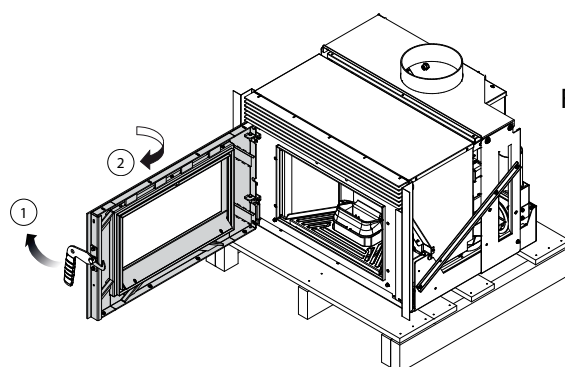

Fig. 6.1.1
3. Aprire la porta (Fig. 6.1.1);